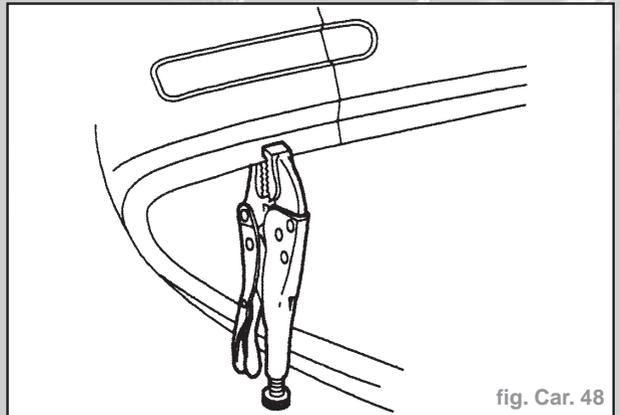

fig. Car. 48
- Repérer le gros du panneau neuf et le découper aux dimensions approximatives, en prévoyant un chevauchement d'environ **50 mm** sur le panneau existant. Mettre le panneau/section neuf en place et l'aligner avec les panneaux connexes (par exemple nouvelle custode alignée avec la porte et le hayon). Brider en place (Fig. Car. 48).